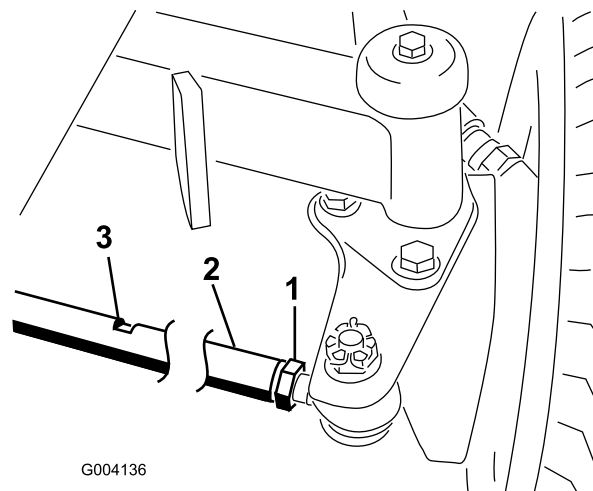

Figure 69
2. Desserrez l'écrou de blocage à chaque extrémité de la biellette (Figure 69).